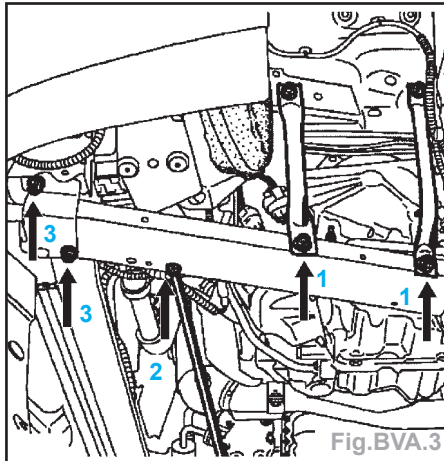

Fig.BVA.3
- les tirants gauche de caisse sur longeron (1) (Fig.BVA.3).
- Déposer le longeron avant gauche (3) (Fig.BVA.3).